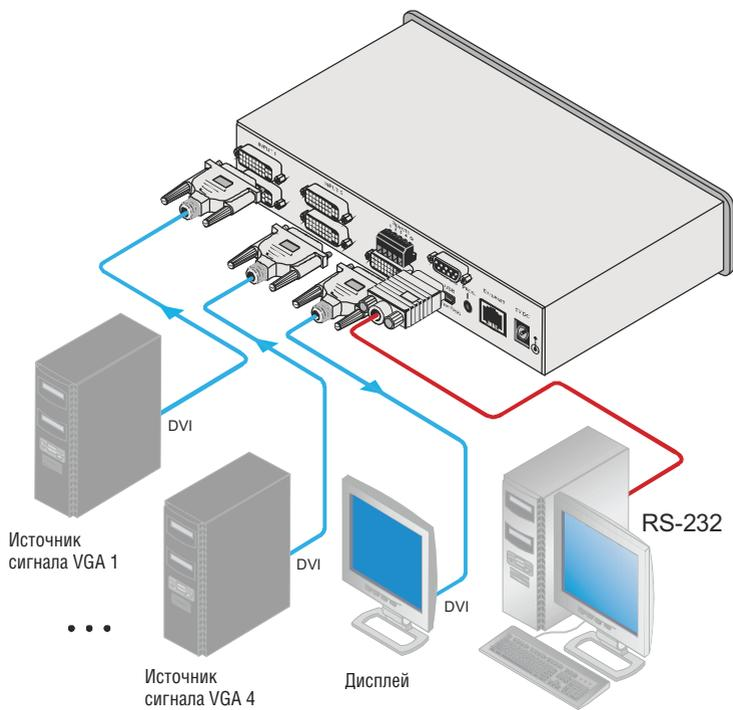

Рис. 3. Подсоединение коммутатора DVI 4x1 VS-41HDCP
Чтобы подсоединить коммутатор DVI 4x1 **VS-41HDCP** в соответствии с примером, показанным на рис. 3, действуйте в следующем порядке:
4. Подсоедините сетевой адаптер 5 В постоянного тока к входу электропитания, а адаптер подключите к электросети (на рис. 3 не показано).